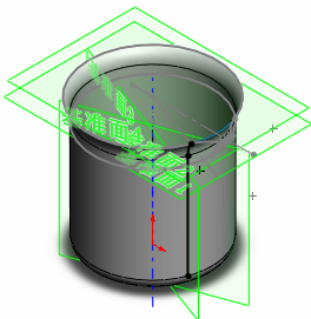

图 7-122 删除后的图形
⑧ 删除多余曲线。选择曲线 1 的右侧线段、杯底直线及圆弧端, 然后按键删除, 结果如图 7-122 所示, 然后退出草图绘制状态。